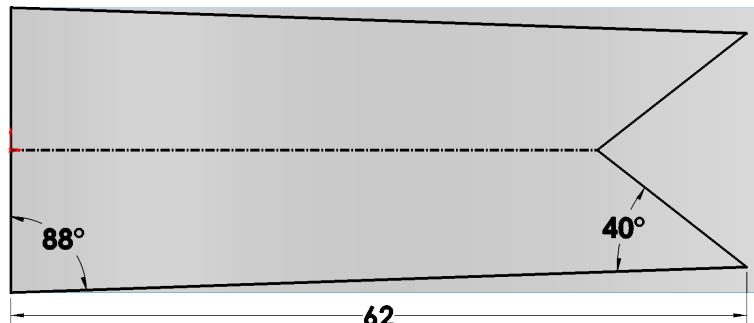

Fig. 12
Step 11. Add dimensions, Fig. 12.